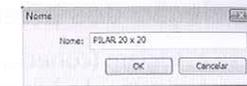

Figura 10.18 – Nome do novo pilar.
2. Dê um nome ao pilar e clique em **OK** (Figura 10.18).